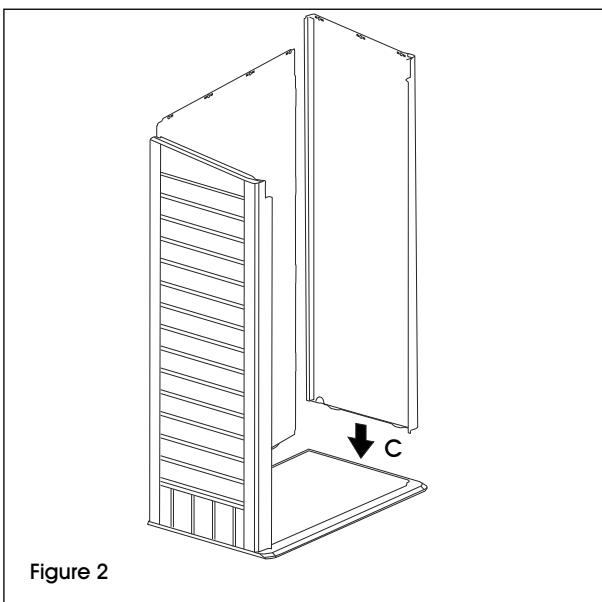

Figure 2
- Positionnez le panneau arrière (D), mais NE L'INSÉREZ PAS DANS LA BASE.
- Emboîtez le panneau arrière (D) dans le panneau latéral gauche (B).
- Insérez le panneau latéral droit (C) dans le panneau de plancher (A). (Voir Figure 2)
- Emboîtez le panneau arrière (D) dans le panneau latéral gauche (C).